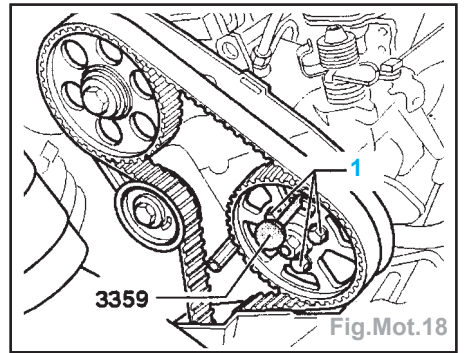

Fig.Mot.18
- Bloquer le pignon de pompe d'injection avec la goupille d'arrêt 3359 (Fig.Mot.18).
- Visser le pignon de pompe d'injection sans serrer à l'aide des vis de fixation (1) et le centrer dans les trous oblongs (Fig.Mot.18).
- Desserrer les vis de fixation (1) du pignon de pompe d'injection (Fig.Mot.18).